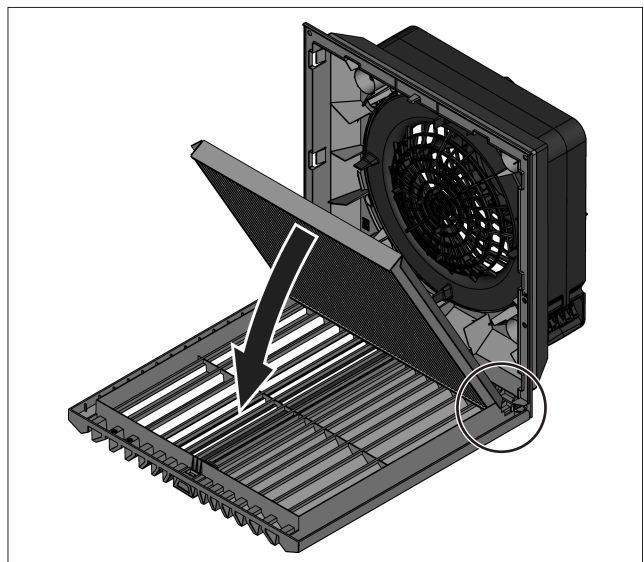

Bild 11: Inbyggnad av veckfilter IP54
- Lägg i veckfilter i lamellgallret. Märkningen "Top" visar läggsriktningen (se bild 11).